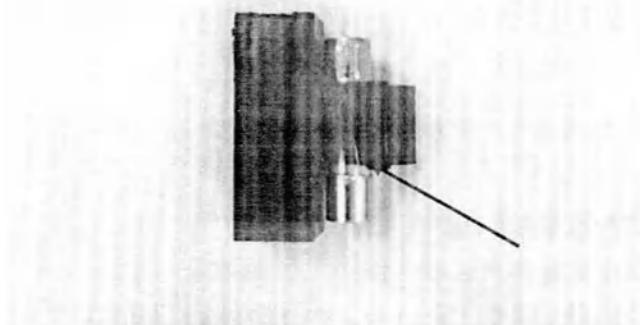

Рис. 36. Извлечение неисправного предохранителя
- 4 Извлеките неисправный предохранитель из защитного корпуса, как показано красной стрелкой на Рис. 36.